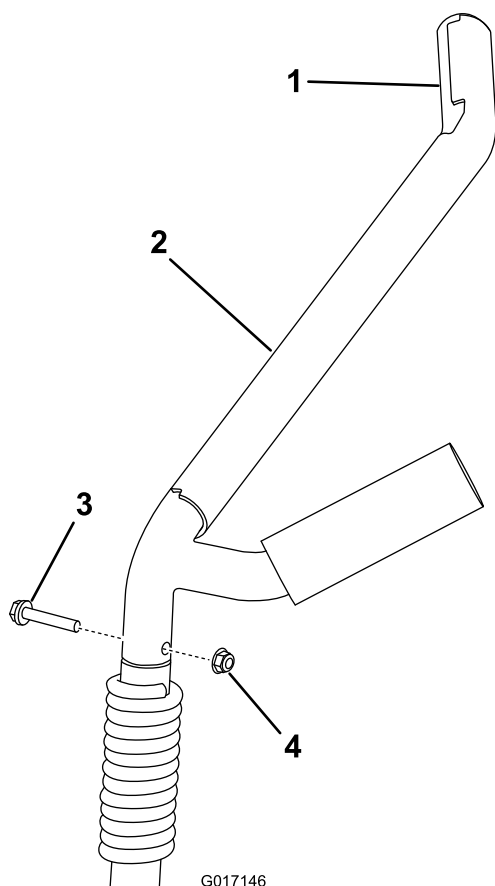

Рисунок 14
1. Снимите 2 рычага опор стрел, вывернув болт и гайку (Рисунок 14).